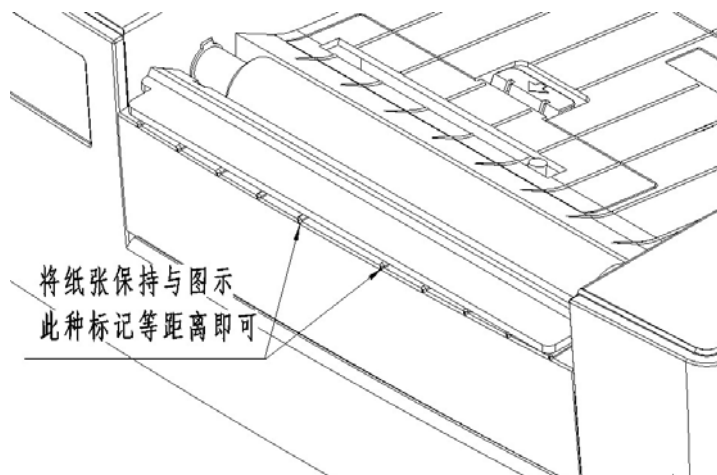

图5.5-4
- 纸张前端应尽量位于打印胶辊的中间，可利用剥离翻转板上的标记帮助定位（见图5.5-4）。